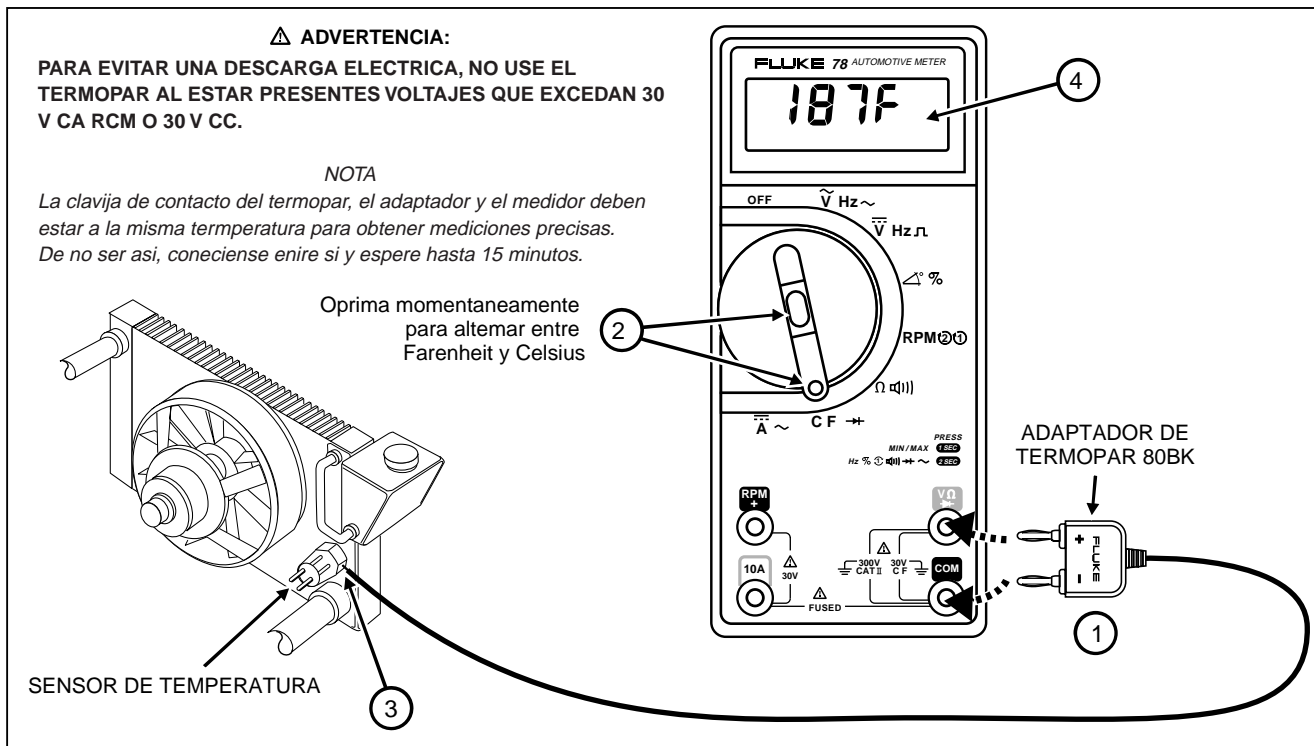

Figura 15. Medición de la Temperatura de un Sensor de Temperatura del Refrigerante
1. Conecte el adaptador con el termopar en las terminales, como se muestra en la figura 15.